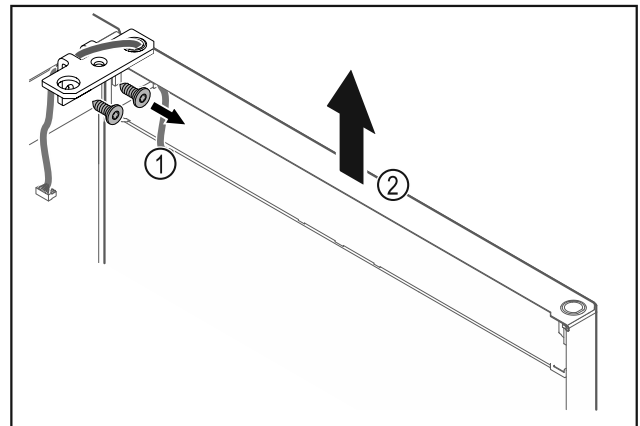

Fig. 26
- Svitare la cerniera angolare Fig. 26 (1).
- Sollevare la porta con la cerniera angolare Fig. 26 (2) di ca. 200 mm verso l'alto in senso orizzontale e rimuoverla.